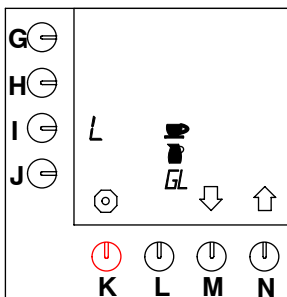

Fig. 31 Unità da selezionare
- È possibile scegliere una delle seguenti unità: Litro = L, gallone = G (= 3,7853 l), bricco, tazza; vedere fig. 31).